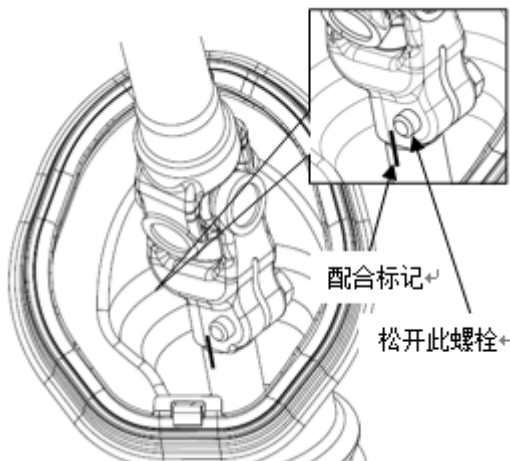

图 11.2 中间轴配合标记
① 在中间轴下端与转向器输入轴配合处做好配合标记，如图 11.2 所示。
② 动转向盘，使螺栓处于方便操作的位置，松开螺栓，拔出中间轴。